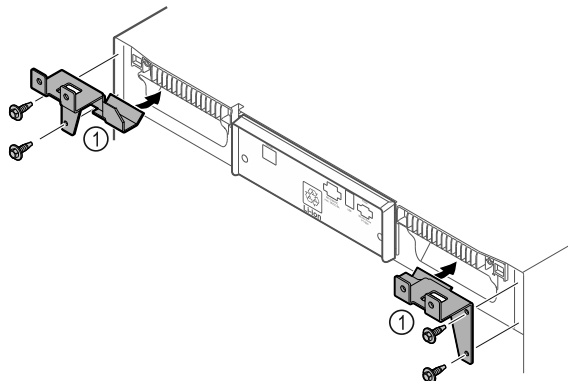

Fig. 10
- Asenna pidinosat Fig. 10 (1) kierteittäväillä ruuveilla laitteeseen.